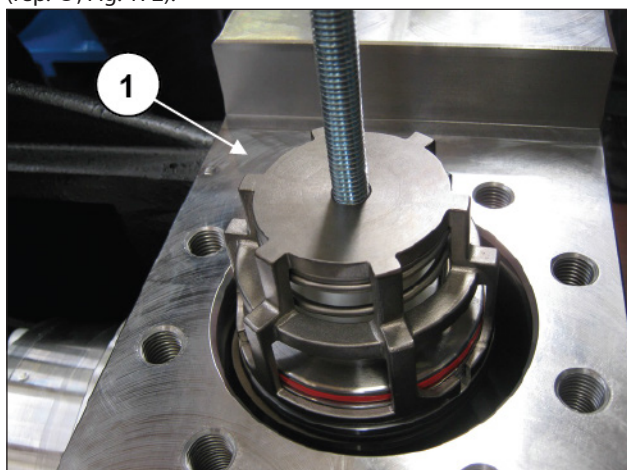

Fig. 172
Extraire le groupe soupape d'aspiration en appliquant un extracteur à inertie sur l'orifice M12 du guide de soupape (rep. ①, Fig. 172).